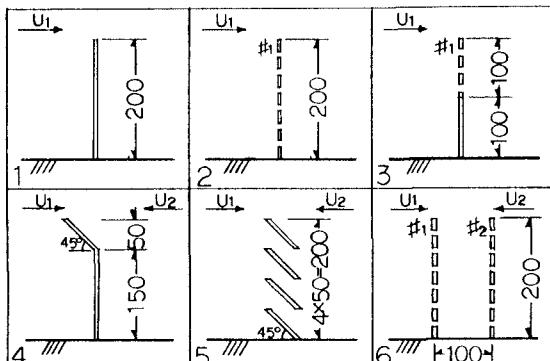

図1 防じん壁模型
①防じん壁形状 防じん壁の形状は12タイプを使った。ここでは紙面の都合上、図1に6タイプを示す。1タイプは板壁、2タイプはネット（遮へい率63%）、3タイプは下半分が板壁で上半分がネット壁、4タイプは傾斜板付、5タイプはガラリ壁、6タイプはネット2重である。